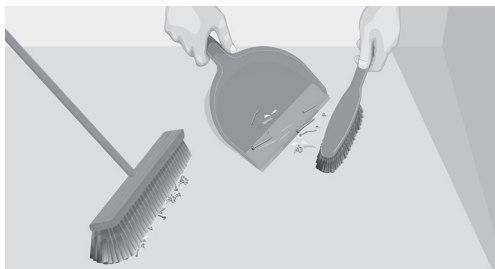

Fig. 3. Nettoyage du sol avant l'installation
5. Nettoyez le sous-plancher (fig. 3). Veillez à retirer tous les clous, vis et autres objets similaires qui pourraient ressortir. Nettoyez le sol, éliminez tous les débris détachés et nettoyez la poussière et la saleté.